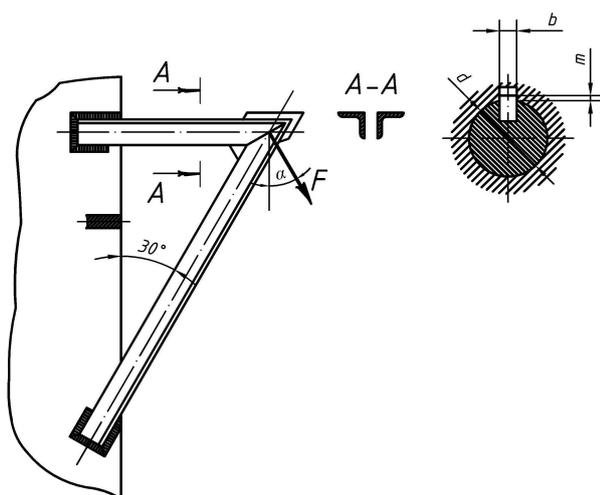

Рис.9.1. Расчетная схема
1. Рассчитать сварное соединение двух уголков с плитой (рис. 9.1). Угол $\alpha = \pi/6$ рад, действующая на уголки сила F приведена в табл. 9.1